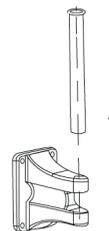

FIG. 3
3. Fissare sul muro il sostegno dell'avvolgitubo con le 4 viti in dotazione e infilare il perno nell'apposito foro del sostegno (FIG. 3).